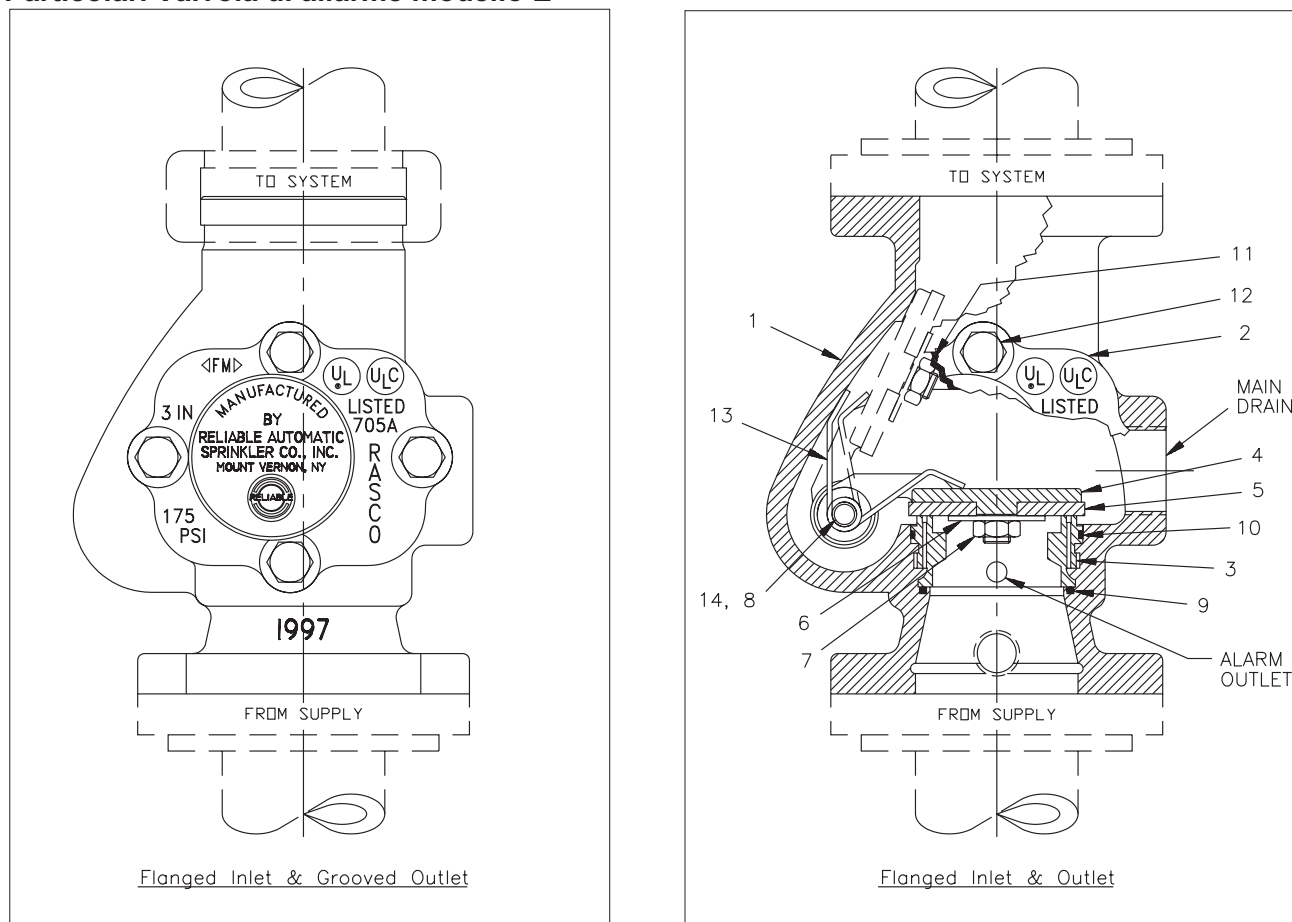
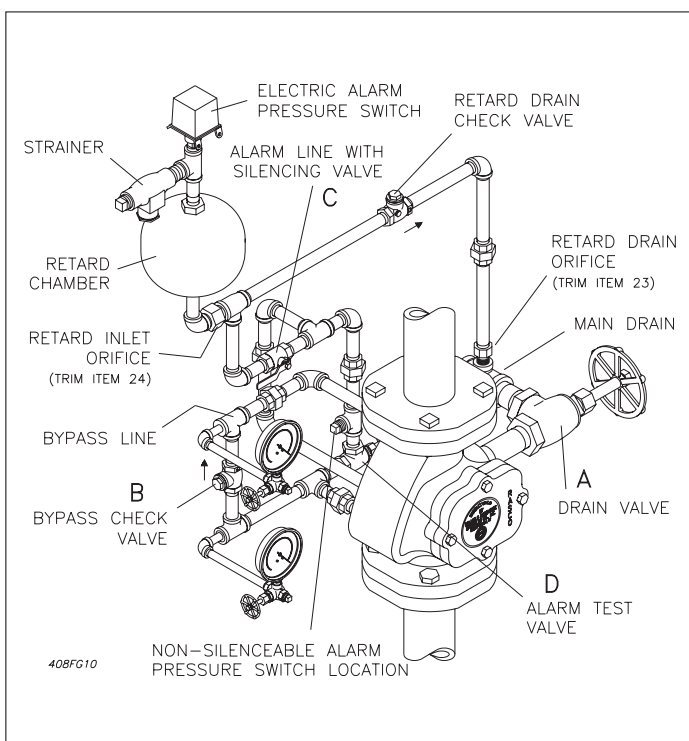

Fig. 9
Figure 10
Il movimento del Clapet (4) sul perno (8) provoca la sua apertura (3) e consente all'acqua di fluire nella linea di allarme verso la camera di ritardo fig. 10.
Quando l'acqua cessa di fluire attraverso la Valvola di Allarme, il Clapet (4) fig. 9 ritorna nella sua posizione, interrompendo così il flusso di acqua verso la camera di ritardo. Nello stesso momento le aperture di drenaggio permettono alla camera di ritardo e alla linea di allarme di svuotarsi attraverso la linea di scarico.
1. La linea di bypass, fig. 10, con la Valvola di Ritegno (B) permette al flusso di passare dall'alimentazione alla parte del sistema della valvola di allarme senza rialzare il clapet dalla sua sede. Il ripetersi del flusso costituisce un effettivo eccesso di pressione nel sistema che ferma il clapet e previene i falsi allarmi. Se un forte rialzo di pressione costringesse il clapet a rialzarsi dalla sua sede facendo fluire l'acqua nella linea di allarme, la Camera di Ritardo entrerebbe in azione.
Per verificare l'assenza di ostruzioni sulla linea di alimentazione, chiudere la Valvola (C) fig. 10 e aprire la Valvola (A) nella posizione di scarico. Quando la prova sarà completata, chiudere la Valvola di Drenaggio (A) e aprire e bloccare la Valvola (C).
- c. In entrambi i casi (a o b), drenare il sistema aprendo la valvola (A), figure 10. Smontare il coperchio (2), fig. 9, il perno (8 e 14) e il Clapet (4).
- 2) Rimuovere gli "OR", gli elementi 9 e 10, fig. 9. Pulire accuratamente le scanalature degli anelli "OR" e le superfici sigillate. Controllare che non vi siano danni o materiale estraneo.